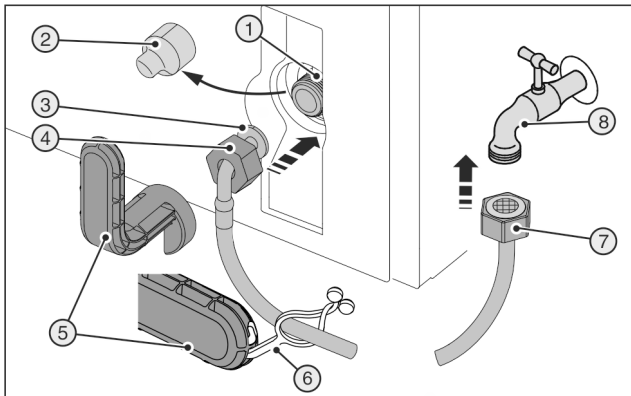
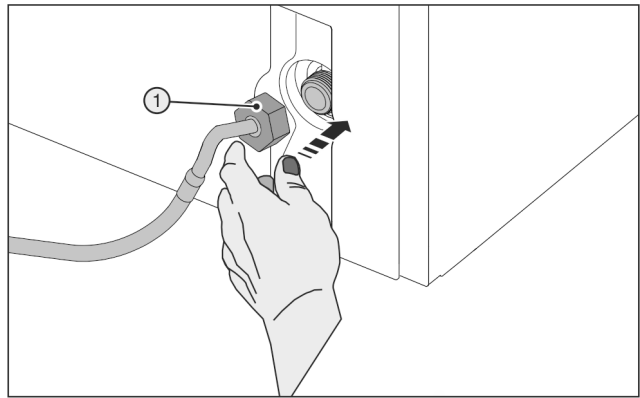

Fig. 28
Fig. 29
Zerbrochenes Hilfswerkzeug Fig. 28 (5) !
- Hilfswerkzeug Fig. 28 (5) ausschließlich bei Raumtemperatur verwenden.
- Abdeckung Fig. 28 (2) abziehen.
- Erleichterte Montage: Gerades Schlauchende Fig. 28 (7) nach links auf den Boden auslegen.
- Mutter Fig. 28 (4) über abgewinkeltes Schlauchende Fig. 28 (3) bis zum Ende schieben und festhalten.
- Mutter Fig. 29 (1) vorsichtig ansetzen und mit zwei Fingern gerade auf Gewinde schrauben, bis ein sicherer Sitz erreicht ist.
- Mutter Fig. 29 (1) mit Hilfswerkzeug Fig. 28 (5) im Uhrzeigersinn festziehen bis maximales Drehmoment erreicht ist und Hilfswerkzeug Fig. 28 (5) überdreht.
- Mutter Fig. 28 (7) auf Absperrhahn Fig. 28 (8) schrauben.
- Mutter Fig. 28 (7) mit Hilfswerkzeug Fig. 28 (5) im Uhrzeigersinn festziehen bis maximales Drehmoment erreicht ist und Hilfswerkzeug Fig. 28 (5) überdreht.
- Absperrhahn Fig. 28 (8) der Wasserzuführung öffnen und gesamtes Wassersystem auf Dichtigkeit prüfen.
- Lasche Fig. 28 (6) in Hilfswerkzeug Fig. 28 (5) einhaken und zur Aufbewahrung am Edelstahlschlauch befestigen.